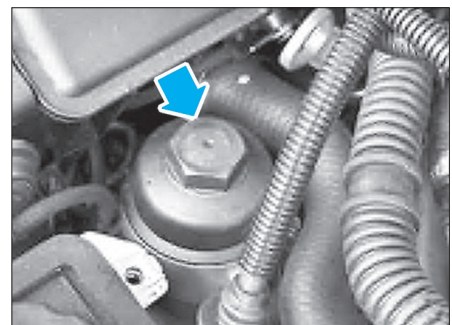

Fig. 36
- Dévisser le couvercle du filtre et le dégager vers le haut (Fig.36).